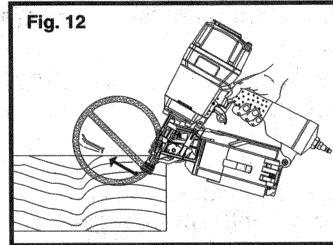

Fig. 12
21. NO INTENTE CLAVAR LOS SUJETADORES arriba de otros o con un ángulo demasiado inclinado; los sujetadores pueden rebotar y causar una herida personal. Fig. 12.